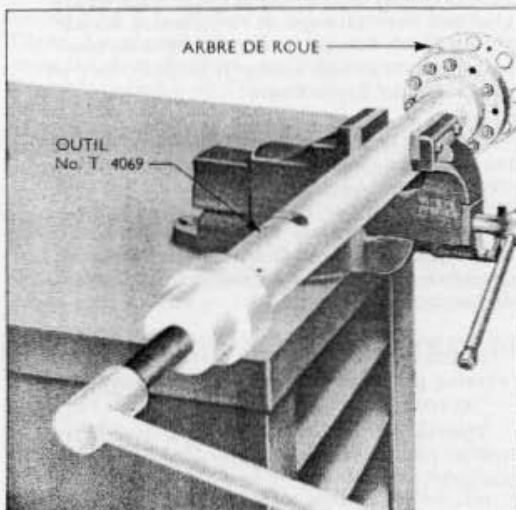

Fig. 7
7. Pour extraire l'arrêt de roulement, serrer l'outil N° T. 4069 dans un étau (fig.7), introduire l'arbre de roue dans l'outil et fixer l'arrêt de roulement à la bride de l'outil au moyen des écrous.
8. Agir sur la vis centrale au moyen de la grande clef, et extraire l'arrêt de roulement (fig.7). On peut alors extraire de l'arbre l'entretoise de roulement et séparer la cuvette de roulement et l'arrêt.